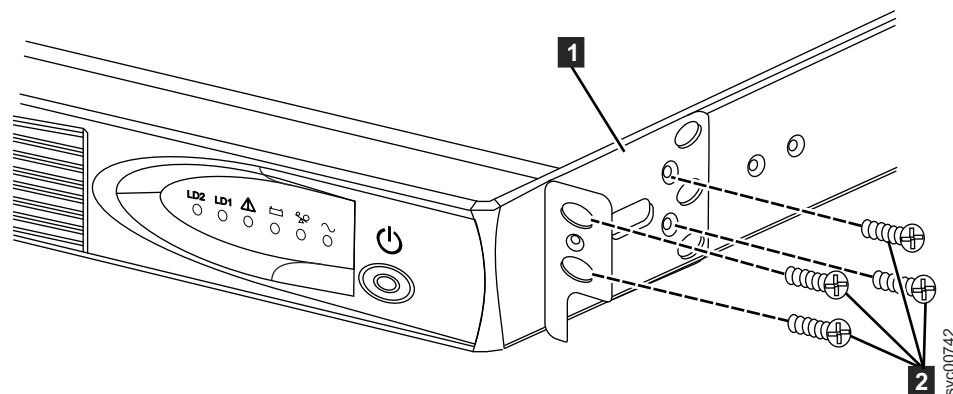

Figura 342. Instalando os suportes de montagem da UPS para 2145 UPS-1U
2. Em cada lado do 2145 UPS-1U, conecte a extremidade longa de um suporte de montagem para o 2145 UPS-1U usando quatro dos parafusos M3 × 6 fornecidos (**2** na Figura 342).